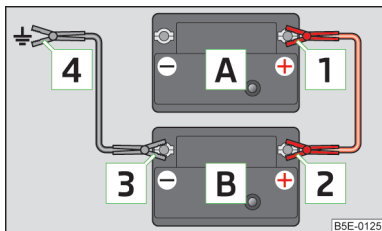

Fig. 153
- Prindeți clema **1** la polul plus al bateriei descărcate **A** » fig. 153.